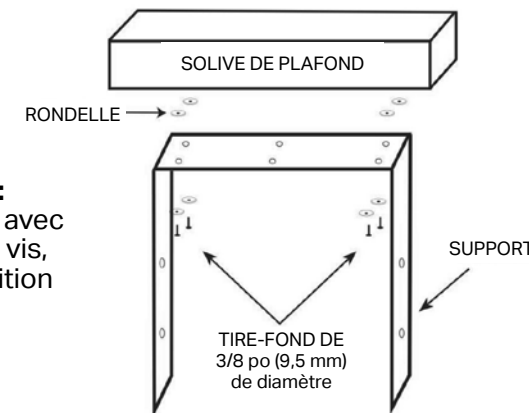

Figure 4 : Montage avec plusieurs vis, pour position fixe.
Se référer à la Figure 4.
3. Installer les vis et les rondelles comme indiqué sur la Figure 4.